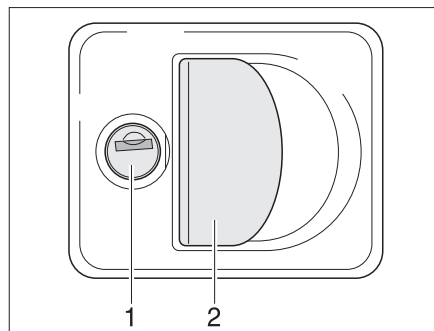

Fig. 51 Serrure du portillon avec poignée
- Insérer la clé dans le barillet (Fig. 51,1) et la tourner d'un quart de tour. La serrure du portillon est déverrouillée.
- Tirer sur la poignée de la serrure (Fig. 51,2). Le portillon extérieur est ouvert.